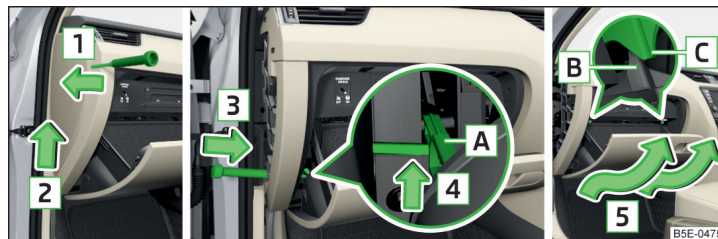

Fig. 353 Vide-poches côté passager
- › Glissez un tournevis sous le revêtement latéral » fig. 353.
- › Insérez l'appui de butée **B** du vide-poches derrière les supports **C** » fig. 353.